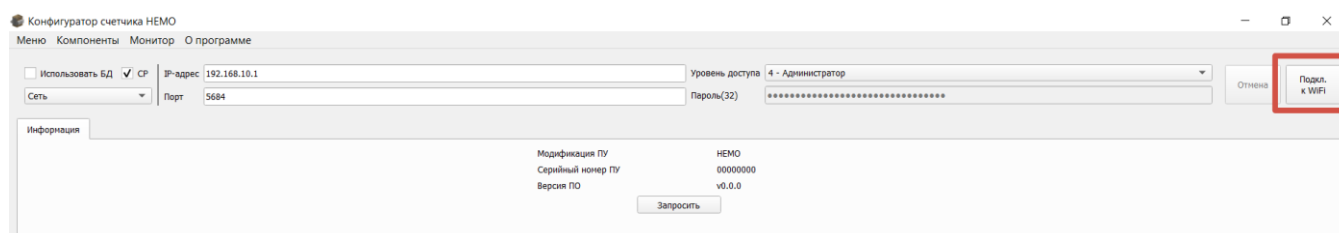

Рисунок 5
- открыть ПО конфигуратор «Тинкер», далее необходимо нажать на кнопку «Подкл.к Wi-Fi», см. Рисунок 5